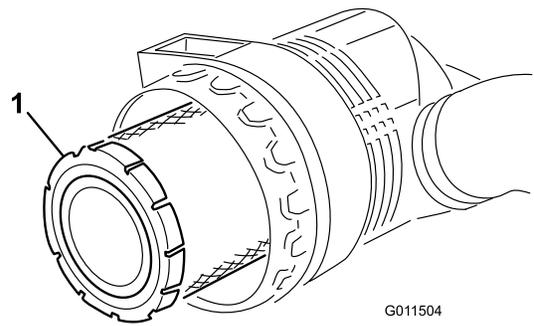

Figura 52
3. Retire y cambie el filtro primario (Figura 52).